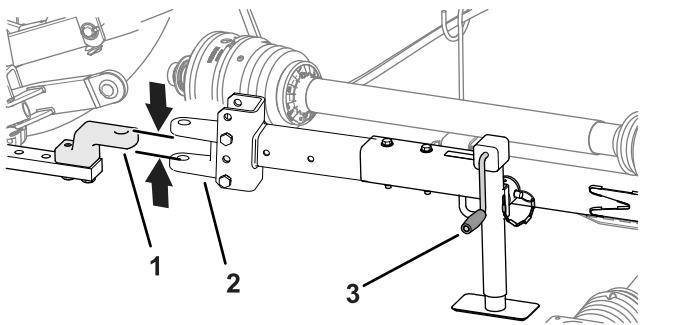

Figura 28
1. Utilice la manivela para elevar o bajar el gato de la barra de tiro y alinee la barra de tiro con la barra de tracción o el gancho de arrastre (**Figura 28**).
3. Alinee la barra de tracción o el gancho de arrastre del vehículo de remolque con la barra de tiro del cortacésped (Figura 28).